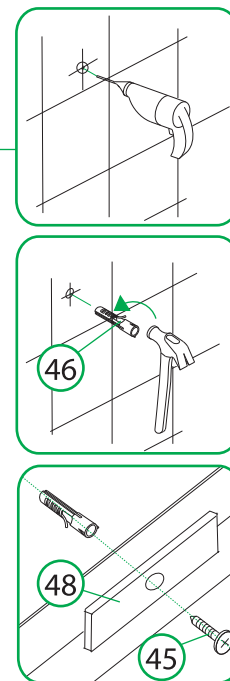

Рис. 13 / 13-сур.
14. Закрепите кабину на стене (рис. 13).